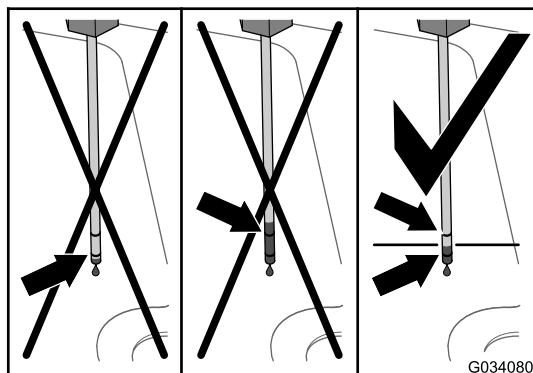

Figura 99
6. Rimuovete l'asta di livello e verificate il livello del fluido (Figura 99).
7. Aggiungete il fluido idraulico specificato nel tubo di riempimento fino a quando non arriva a metà tra le 2 tacche dell'asta di livello (Figura 99).